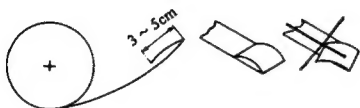

Fig. 1
5. Legen Sie die neue Rolle ein und trennen Sie den Papieranfang gerade ab, siehe Abb.1.